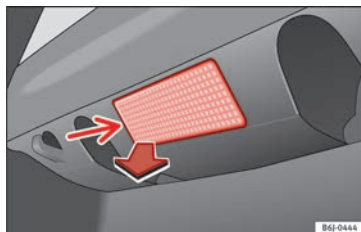

Fig. 102 Éclairage du coffre à bagages.
- Retirez la tulipe en faisant pression sur le rebord de la partie intérieure de celle-ci (flèche) à l'aide d'un tournevis plat » **fig. 102**.